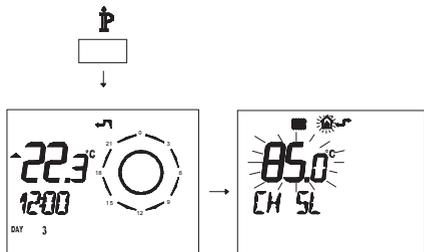

Figura 5.48
- Premere per più di 3 secondi il pulsante **P** per entrare in modalità **INFO** (Figura 5.48).